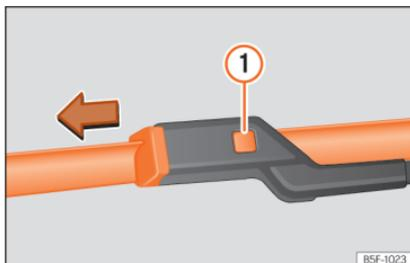

Fig. 49 Substituição das escovas limpa-vidros.
- Mantenha pressionado o botão de desbloqueio » » » Fig. 49 ⓘ puxando ligeiramente pela escova no sentido da seta.